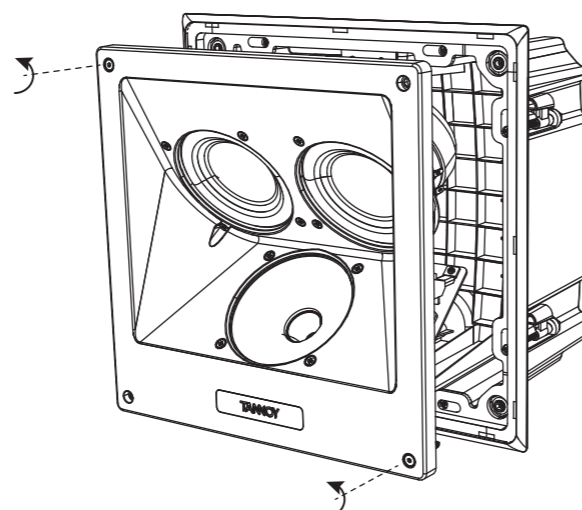

Fig. 14. Removing the loudspeaker from the back can
4. Si l'ensemble haut-parleur est déjà monté sur le boîtier arrière (pendant le transport par exemple), retirez-le du boîtier arrière en dévissant les vis qui le maintiennent en place (Fig. 14).